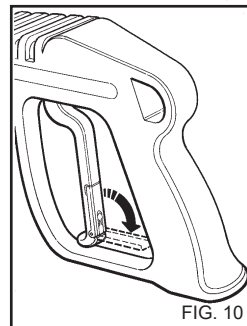

FIG. 10
- Quando a hidrolimpadora não está sendo utilizada, deve-se fechar o dispositivo de segurança do punho (fig. 10).